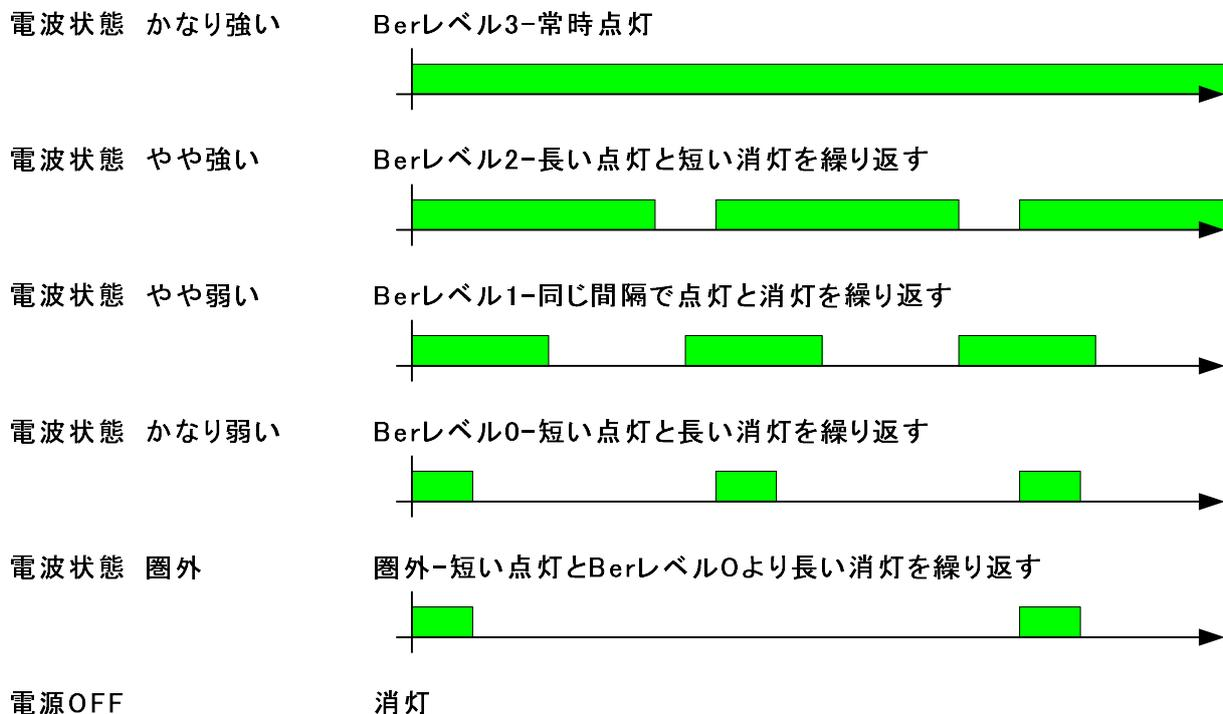

図4.2.2-3 電波状態(LED26)の表示内容
① 図4.2.2-3に示すRSS(LED26)の表示内容でLTE(4G)帯域/WCDMA(3G)帯域電波を受信した状態を確認します。(電波受信は、LTE(4G)もしくはWCDMA(3G)のどちらかを自動的に切り替えますが、どちらの信号であっても、電波状態が強ければデータ通信は行われます。)